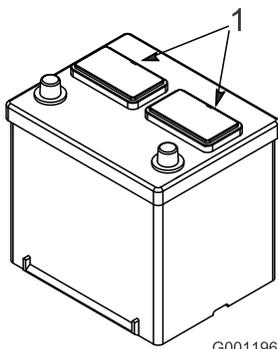

図 9
- バッテリーの上部をきれいに拭い、キャップを取り外す (図 9)。